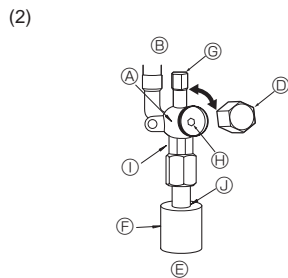

Fig. 4-7
- ① Снимите колпачок, потяните ручку на себя и поверните на 1/4 оборота против часовой стрелки для открытия.
- ② Убедитесь в том, что запорный кран полностью открыт, надавите на ручку и поверните колпачок в первоначальное положение.
- (2) Сторона с жидкостью RP100-250 и сторона с газом/жидкостью RP35-71 (Fig. 4-7)
- ① Снимите колпачок и поверните шток золотника против часовой стрелки до упора, используя для этой цели 4 мм шестиугольный гаечный ключ. Прекратите поворачивать шток в момент, когда тот достигнет стопора. (ø9,52: Приблизительно 10 оборотов)